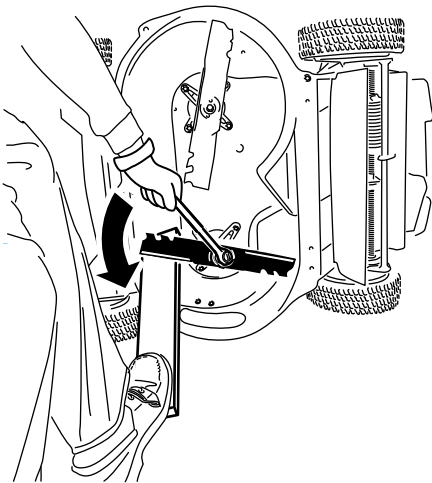

Figura 41
- Utilice un bloque de madera para inmovilizar cada cuchilla y gire el perno de la cuchilla en el sentido contrario a las agujas del reloj, según se muestra en Figura 41.